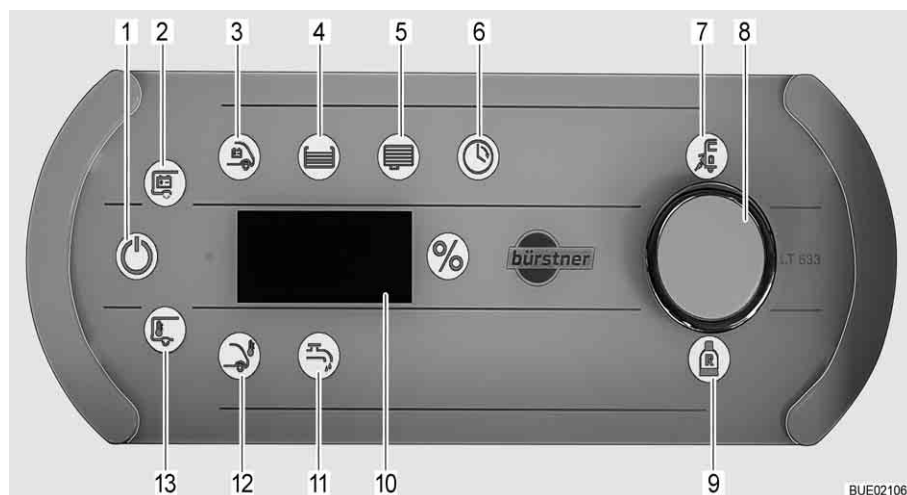

Fig. 170 Pannello di controllo LT 633
Il simbolo controllo di rete (Fig. 170,7) è acceso quando il veicolo è alimentato con tensione di rete a 230 V. Le batterie vengono caricate.
- Premere brevemente il pulsante a rotazione (Fig. 170,8). Il simbolo 12 V ON (Fig. 170,1) si accende. Se i simboli 12 V ON e batteria dell'abitacolo (Fig. 170,2) lampeggiano tre volte, l'alimentazione di tensione è disattivata.
- Premere il pulsante a rotazione (Fig. 170,8) e tenerlo premuto per ca. 5 secondi. Il simbolo batteria dell'abitacolo (Fig. 170,2) lampeggia e sull'indicatore (Fig. 170,10) viene visualizzato "On".
- Rilasciare il pulsante a rotazione. Il simbolo 12 V ON (Fig. 170,1) si accende. L'alimentazione di tensione è inserita.
- Ruotare il pulsante a rotazione, finché non si accende il simbolo pompa dell'acqua (Fig. 170,11). Sull'indicatore compare lo stato di commutazione attuale ("On" oppure "OFF").
Se la pompa dell'acqua è inserita, si accende il simbolo pompa dell'acqua (Fig. 170,11).
- Ruotare il pulsante a rotazione, finché non si accende il simbolo batteria dell'abitacolo (Fig. 170,2). La tensione della batteria dell'abitacolo viene visualizzata sull'indicatore per ca. 20 secondi (ad es. "13,8U" per 13,8 Volt).
- Ruotare il pulsante a rotazione, finché non si accende il simbolo batteria di avviamento (Fig. 170,3). La tensione della batteria di avviamento viene visualizzata sull'indicatore per ca. 20 secondi.
- Ruotare il pulsante a rotazione, finché non si accende il simbolo serbatoio dell'acqua (Fig. 170,4). Si accende il simbolo "%". Il livello del serbatoio dell'acqua viene visualizzato sull'indicatore per ca. 20 secondi.
- Ruotare il pulsante a rotazione, finché non si accende il simbolo serbatoio delle acque grigie (Fig. 170,5). Si accende il simbolo "%". Il livello del serbatoio delle acque grigie viene visualizzato sull'indicatore per ca. 20 secondi.
Il simbolo bombola del gas di riserva (Fig. 170,9) è acceso quando viene utilizzata la bombola del gas di riserva.
- Ruotare il pulsante a rotazione, finché non si accende il simbolo temperatura interna (Fig. 170,13) o temperatura esterna (Fig. 170,12). Sull'indicatore viene indicata la temperatura selezionata.
- Ruotare il pulsante a rotazione, finché non si accende il simbolo orologio (Fig. 170,6).